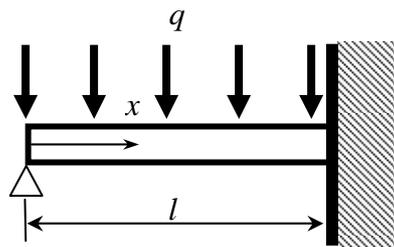

図2
2. 図2に示す長さ  $l$  の真直な梁の左端を単純支持し、右端を固定支持する。単位長さあたり  $q$  の等分布荷重が鉛直下向きに加わる場合に左端に発生する、鉛直上向きの支持反力  $R$  を求めよ。縦主軸に沿って梁の断面は一様であり、断面二次モーメントは  $I$  である。また梁のヤング率を  $E$  とする。